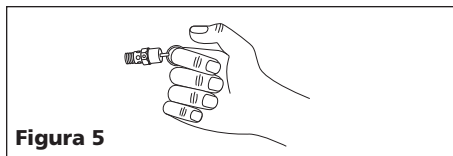

Figura 5
1. Hale el anillo de la válvula y deje que calce de nuevo en su posición normal (Vea la Figura 5). Esta válvula libera el aire automáticamente si la presión del tanque excede un nivel máximo fijado de fábrica.